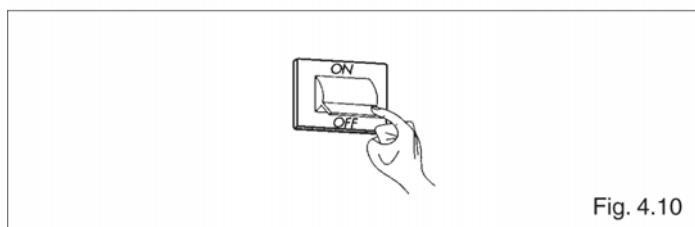

Fig. 4.10
- переведите главный выключатель системы в положение «выключено» (рис. 4.10) и убедитесь в том, что котел **Novella** полностью останавливается.